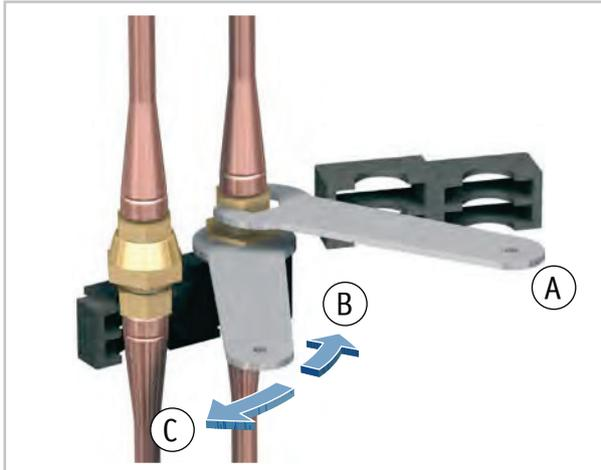

Abb. 15: Abschrauben der rechten Überwurfmutter
- 11. ▶ Schrauben Sie die rechte Überwurfmutter mit dem beiliegenden Maulschlüssel SW 24 ab. Halten Sie dabei mit dem zweiten Maulschlüssel SW 21 am oberen Kupplungsteil gegen (Abb. 15).